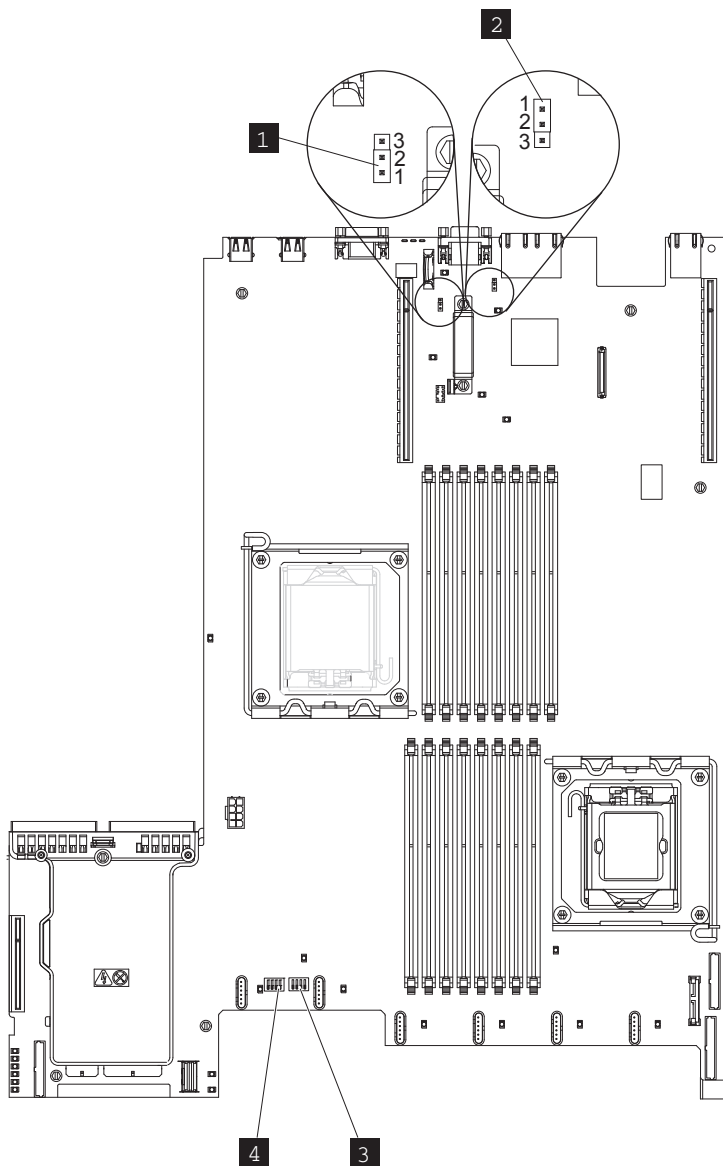

図 290. システム・ボード上でのジャンパーの設定
1. 新しいシステム・ボードをアンパックし、そのジャンパーを 326 ページの図 290 に示すように適切に設定します。